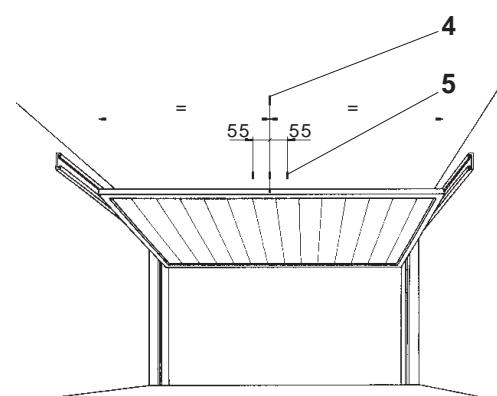

Fig. 3
- Tor ganz öffnen, Tormitte (4) auf Garagendecke übertragen. Links und rechts von Tormitte, im Abstand von je 55 mm, gut sichtbare Markierungen (5) anzeichnen. Fig. 3
- Tor ganz öffnen, Tormitte (4) auf Decke anzeichnen → Antriebsachse. Fig. 3